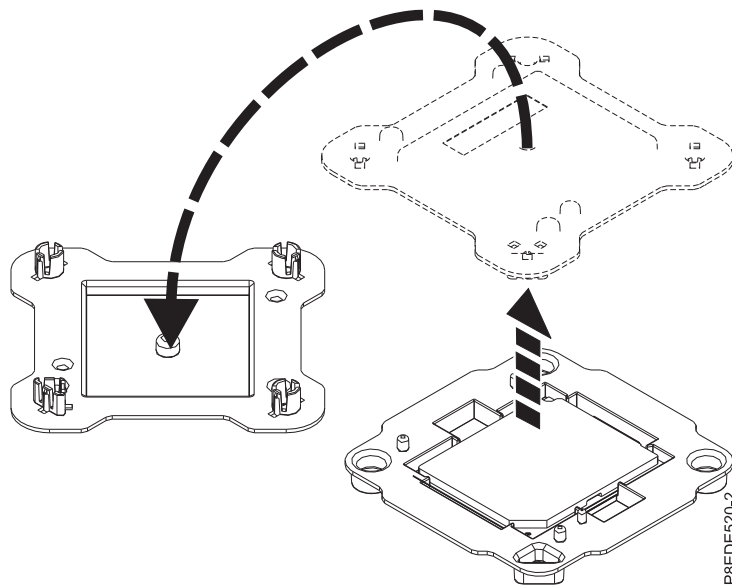

Abbildung 2. Verpackung des Systemprozessormoduls öffnen
3. Öffnen Sie die Verpackung des neuen Systemprozessormoduls und legen Sie die Abdeckung mit der Oberseite nach unten neben den Träger, siehe Abb. 2 auf Seite 5. Die Abdeckung wird für das System-